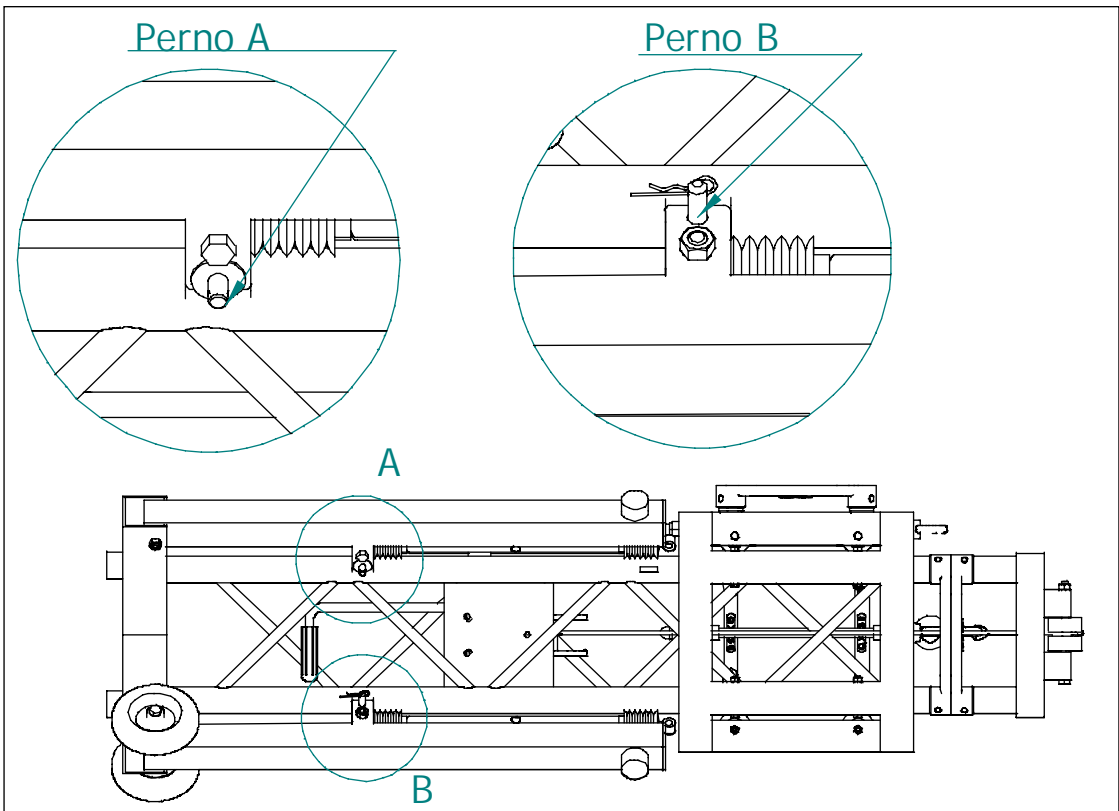
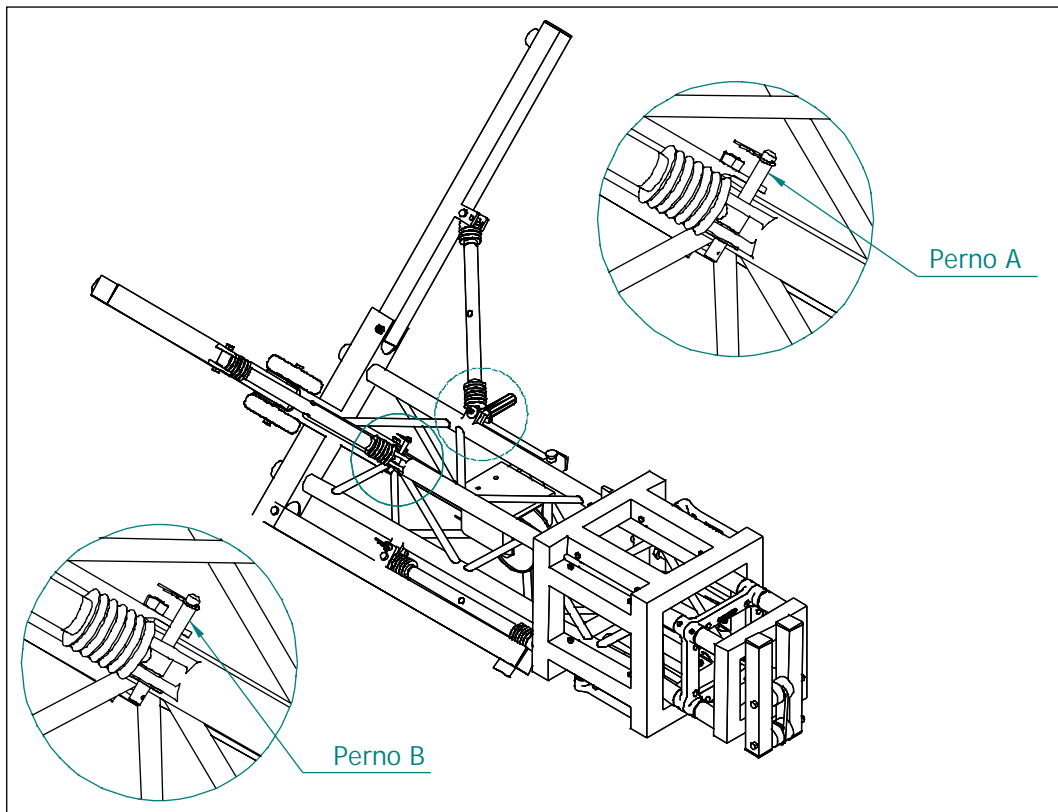

Fig. 2
Fig. 3
2. Togliere i perni A e B di fig. 2 sfilando le coppiglie e procedere all'apertura dei due piedi rivolti verso l'alto ancorandoli mediante l'inserimento dei perni di fissaggio A e B e delle rispettive coppiglie come da fig. 3.